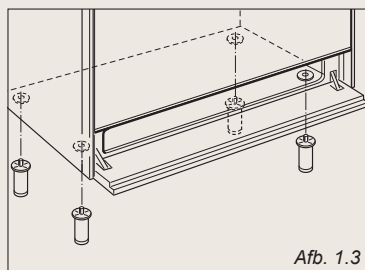

Afb. 1.2
Assembleer het achterschermb "C" (afb. 1.2) alvorens het fornuis te installeren.
- * Assembleer het achterschermb zoals aangegeven in afbeelding 1.2 en bevestig het door de schroef "B" en de afstandsringen "A" vast te draaien.